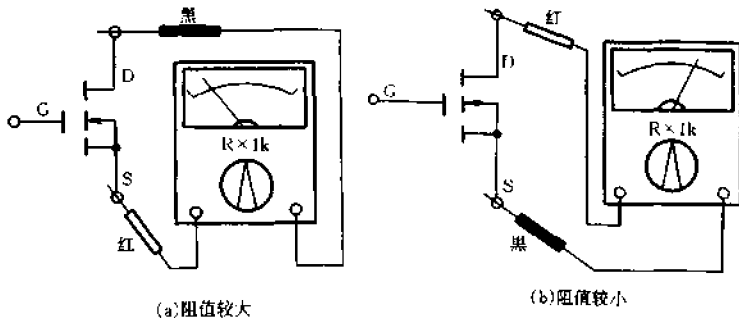

图4-162 判定VMOS管源极S和漏极D
(2) 判定源极S和漏极D。由VMOS管结构图可知,在源-漏极之间有一个PN结,因此根据PN结正、反向电阻存在差异的特点,可准确识别源极S和漏极D。测试方法如图4-162所示。将万用表置于 $R \times 1k$ 挡,先用一表笔将被测VMOS管三个电极短接一下,然后用交换表笔的方法测两次电阻,如果管子是好的,必然会测得阻值为一大一小。其中在阻值较大的一次测量中,黑表笔所接的为漏极D,红表笔所接的是源极S。而在阻值较小的一次测量中,红表笔所接的为漏极D,黑表笔所接的是源极S。这种规律还证明,被测VMOS管为N沟道型管。如果被测管子为P沟道型管,则所测阻值的大小规律正好相反。